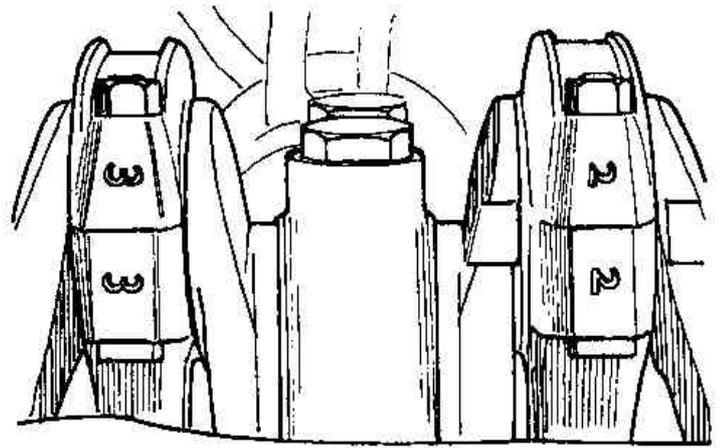

Рис. 15.3. Оознавательная маркировка на шатунах и их крышках (Разд.16)
1. Обратите внимание на то, что поршни имеют на днище маркировку в виде стрелки, направленной вперед (см.фото). Осмотрите шатуны и их крышки и убедитесь, что опознавательная маркировка видна. Это сделано для того, чтобы обеспечить установку крышек на соответствующие им шатуны и шатунов в соответствующие им цилиндры (Рис.15.3).